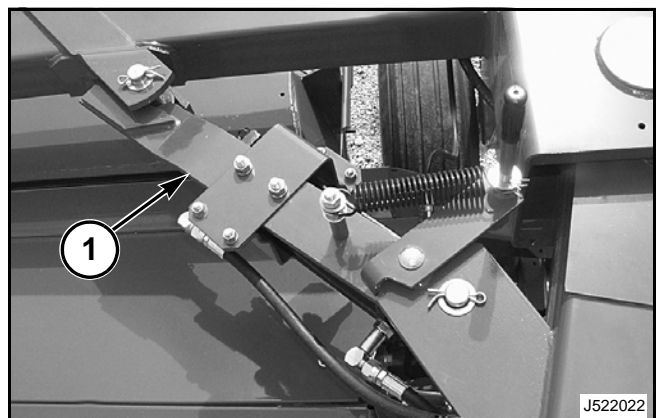

FIG. 39
FIG. 39: Mueva la traba de la lengüeta (1) a la posición trabada. Mueva la lengüeta a la posición de transporte. Asegúrese de que la traba de la lengüeta se conecta cuando el cilindro de la lengüeta está completamente retraído.